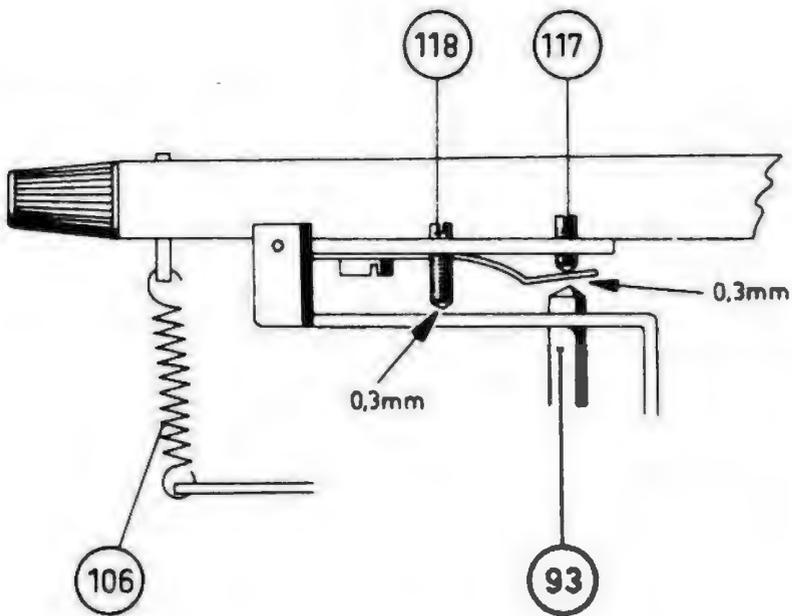

Fig.20
A l'une de ces extrémités, la barrette 17 comporte une languette dirigée vers le bas. Lorsque la barrette se met en mouvement, la poulie d'embrayage 46 est soulevée par l'intermédiaire de cette languette. La plaque 93, qui repose par la pièce en nylon 99 sur la poulie d'embrayage, est soulevée elle aussi. La broche sertie sur cette plaque pousse sur la lame de ressort 113 (voir la fig. 20). Quand la barrette est déplacée davantage vers l'arrière, la broche 59 pousse sur la petite cosse de la poulie d'embrayage 46. Celle-ci est alors tournée et le bras de pick-up tourne, sous l'effet de la friction existant entre
En tournant la vis 117 (voir la fig. 20).
2. Si il-y-a un disque avec épaisseur minimale sur le plateau tournant, il est nécessaire que la distance minimal entre la vis 118 pour la position la plus basse et l'étrier du mécanisme d'élévation est de 0,3 mm. Régler en tournant la vis. Dans ce cas la distance minimale entre la broche de levage et le ressort 113 doit être 0,3 mm. Régler avec la vis 117. Après ce réglage contrôler le point 1 (voir la fig. 20).